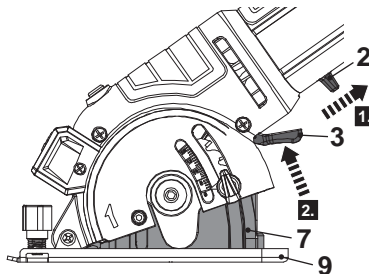

Fig. 8
1. Compruebe el correcto funcionamiento de la placa base (9) antes de enchufar el cable de alimentación.
4. Tire del interruptor de encendido/apagado (2) y espere hasta que la hoja de sierra haya alcanzado la velocidad máxima (Fig. 8, paso 1).
5. Apriete la palanca de bloqueo (3) para desbloquear la placa de bloqueo para la inmersión (7), y luego introduzca la hoja de sierra en el material lenta y suavemente, pero con firmeza (Fig. 8, paso 2).
6. Desplace la herramienta hacia delante a través de la pieza de trabajo fijada de forma segura. Asegúrese de que la placa base (9) se encuentre siempre apoyada de manera uniforme sobre la pieza de trabajo.
7. Para desconectar el producto, suelte el interruptor de encendido/apagado (2).